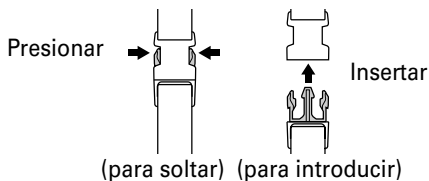

Fig. 15
- (2) Para soltar el aparato de jardinería de la cinta colgadora, sujete el tubo principal con una mano y presione el mecanismo de liberación de la cinta colgadora desde ambos lados tal como se muestra en la Fig. 15.